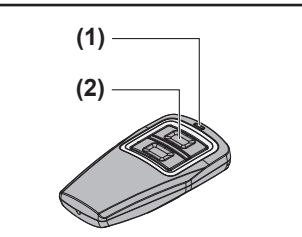

Fig. 1
- 3 Gerätebeschreibung (Fig. 1)**
- (1) LED (orange/rot/grün): leuchtet orange bei gedrückter Taste und zeigt bei Abfrage den Torstatus an
- (2) Tasten: zur Steuerung von 2 Kanälen